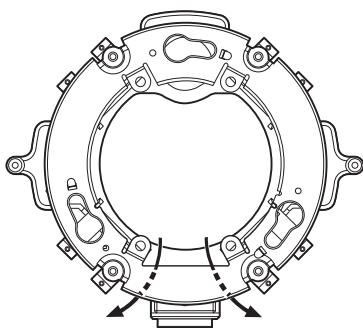

Рис. 11. Прокладка кабелей
6. Проложите кабели между креплением камеры и монтажной основой (см. рис. 11). Прокладка кабелей показана на рис. 11 в качестве примера. Прокладка кабелей зависит от условий установки.